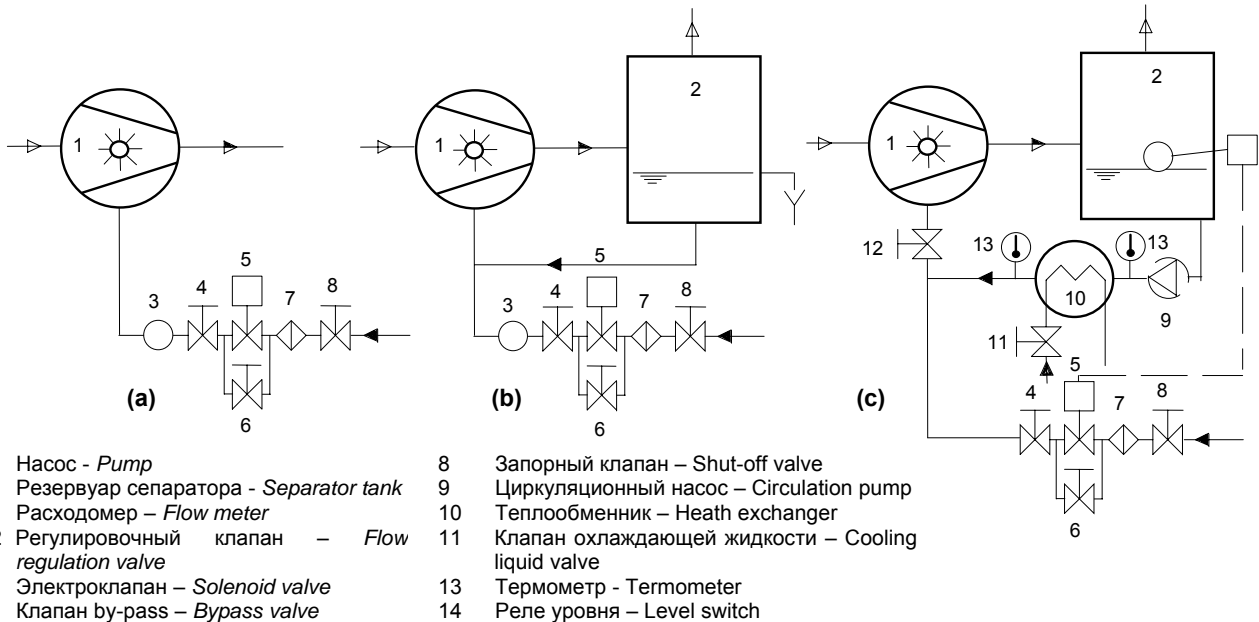

Рис.9
В этом случае вся рабочая жидкость подается на насос из внешнего источника и перекачивается в слив (Рис.9(a)). рекомендован, когда рабочая жидкость имеется в достаточном количестве и невозможно ее загрязнение перекачиваемым газом. Давление подачи рабочей жидкости должно быть не менее, чем на 1 Бар, выше максимального давления на всасывании насоса.
В этом случае рабочая жидкость частично возвращается на насос вместе с частью свежей рабочей жидкости из внешнего источника, другая ее часть перекачивается на слив (Рис.9(b)). Температура жидкости на входе насоса будет выше, чем у свежей жидкости.
В этом случае рабочая жидкость частично возвращается на насос без добавления ее извне, кроме компенсации испарения (Рис.9(c)).
*The service liquid is conveyed from an external source into the pump and it is discharged out (fig. 9 (a)). The once through circuit is recommended when the service liquid is available in sufficient quantity and does not present any problem as sewage (polluting-free liquid or not contaminated by the intake gas).*
*In this case the liquid is partially recirculated toward the pump together with some fresh liquid fed from an external source and the remaining quantity is discharged out of the pump (fig. 9 (b)).*
*In this case the service liquid is totally recirculated toward the pump without adding external fresh liquid (only make-up equal to the quantity evaporated during operation fig. 9 (c)).*